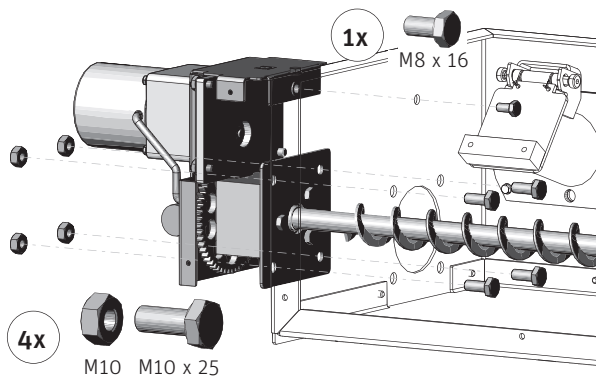

Fig. 119
- ▶ Montare il motore prima con 1 vite M8 x 16 in alto (la vite è preassemblata sul contenitore di raccolta) e poi in basso con 4 viti M10 x 25 e dadi M10 – Fig. 119.